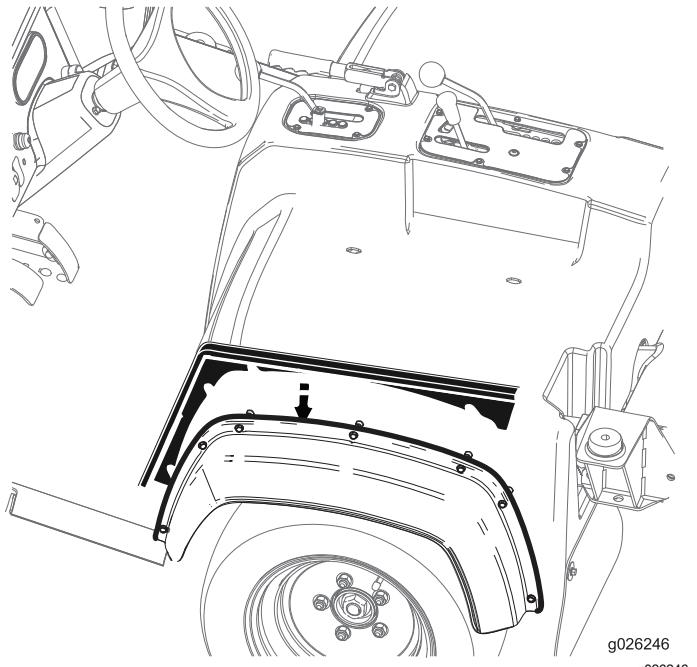

図 29
- 座席シュラウドとサイドフェンダとの間にサイドプレートパネルを入れる **図 29**。